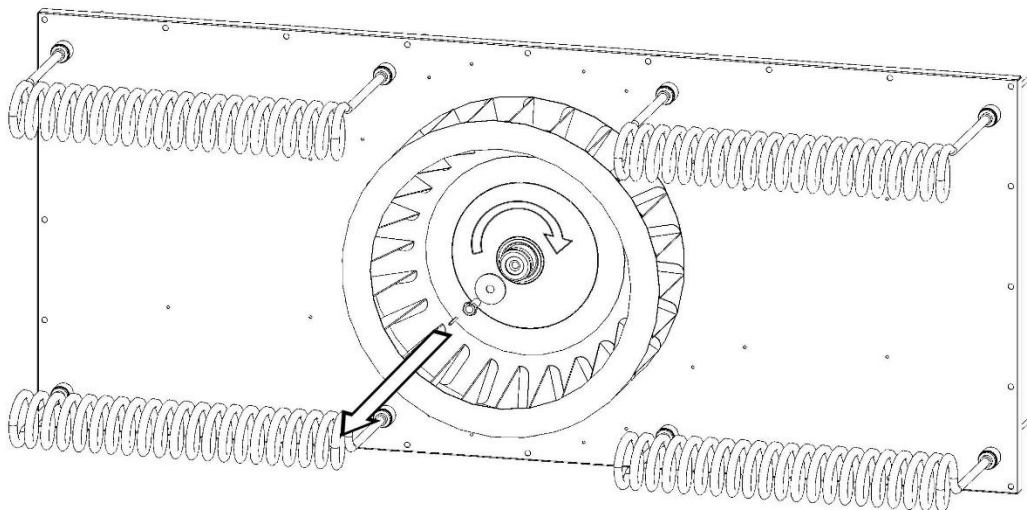

Fig.7
- Retirer la goupille de sécurité et la vis de fixation du ventilateur (Fig.7).
En appuyant sur l'icône «Tachymètre en pourcentage» (Fig. 7), s'ouvre le menu de modification du paramètre de correction de la vitesse du moteur ($\pm 0 \div 10\%$).